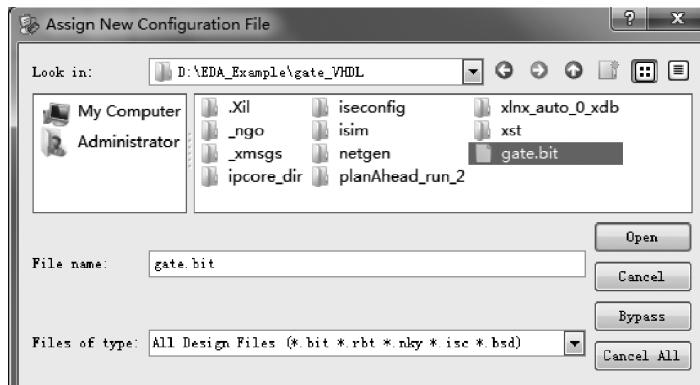

图 3.71 打开比特流文件
(8) 弹出 Auto Assign Configuration Files Query Dialog(自动分配配置文件查询对话框)界面。单击 Yes 按钮，使用自动分配方式。
(9) 出现如图 3.71 所示的 Assign New Configuration File(分配新配置文件)对话框界面，对于 VHDL 的设计者定位到下面目录